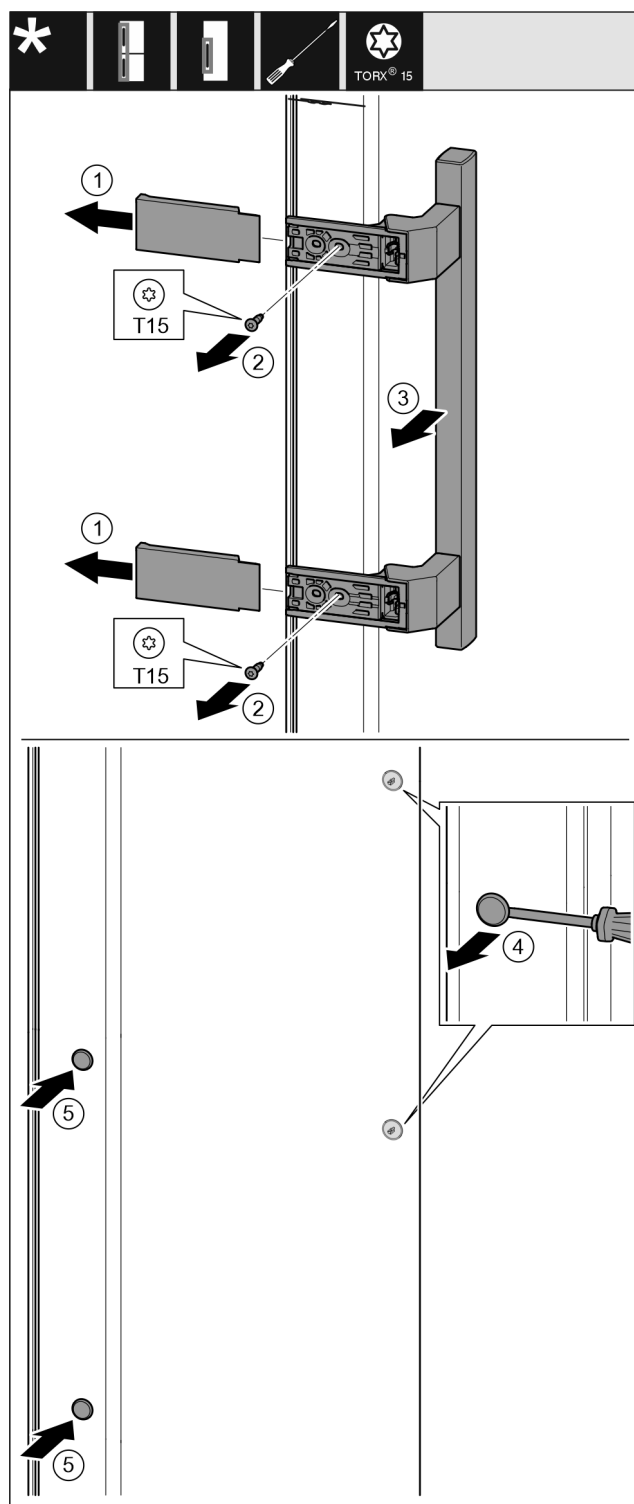

Fig. 39
- Retirer le cache. Fig. 39 (1)
- Desserrer les vis avec le tournevis T15. Fig. 39 (2)
- Déposer la poignée. Fig. 39 (3)
- Soulever délicatement le bouchon latéral avec un tournevis plat et le sortir. Fig. 39 (4)
- Remettre en place le bouchon de l'autre côté. Fig. 39 (5)